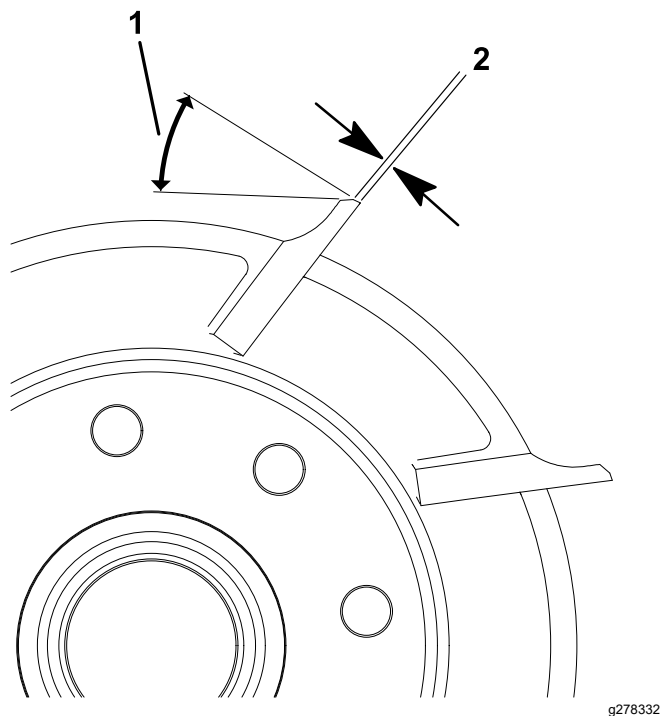

Figura 23
1. Aplicai un unghi de rectificare 30° pentru toate lamele cilindrului, până când lăimea la sol atinge 0,8 mm (Figura 23).